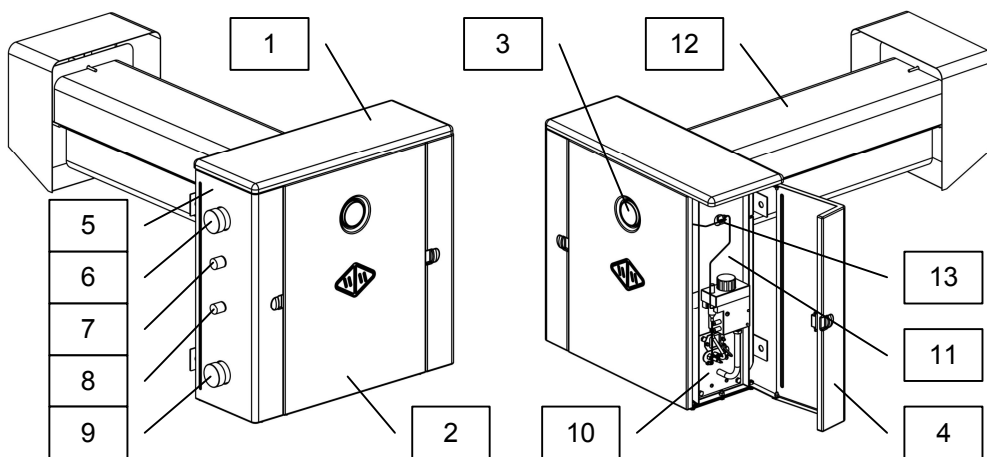
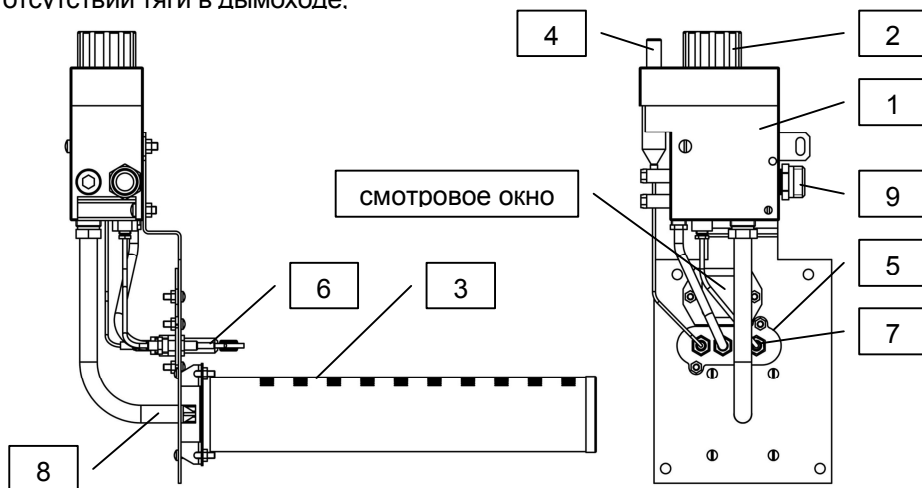
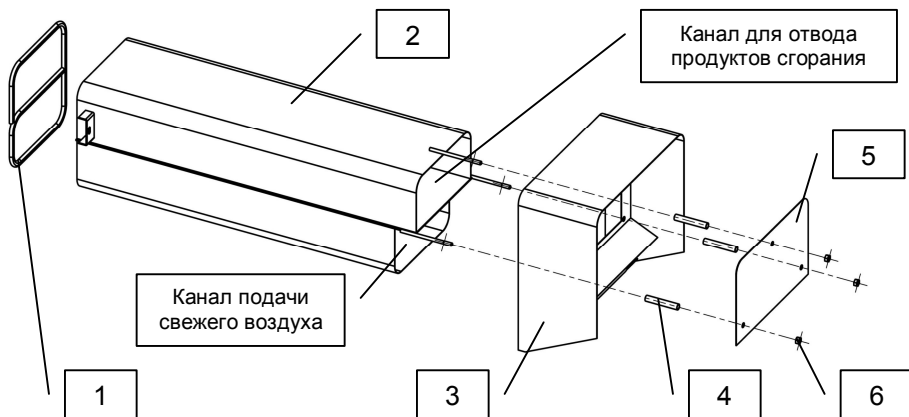

Рис.1 – устройство аппарата
Рис.2 – газогорелочное устройство аппарата
Рис.3 – ветрозащита аппарата
При засорении отверстия эжектора рис.2, поз.8, подающего газ в основную горелку, необходимо, при выключенной автоматике перекрыть подачу газа к аппарату, отсоединить газовую магистраль и демонтировать газогорелочное устройство (рис.2). Затем снять основную горелку рис.2, поз.3. и мягкой проволокой  $d=1\text{мм}$ . прочистить отверстие в эжекторе не нарушая при этом его диаметра. Сборку произвести в обратной последовательности.
- устанавливать трубу поз.12, рис.1 вблизи источников открытого огня;
5.1 Аппарат выполнен в виде навесного настенного шкафа, боковая сторона которого с правой (у аппарата правого исполнения) или левой стороны (у аппарата левого исполнения) закрыта открывающейся дверкой, обеспечивающей доступ к газогорелочному устройству, предназначенному для запуска и остановки аппарата, а также, управления режимами отопления. В аппаратах АКГВ внутри теплообменника дополнительно установлен медный змеевик для обеспечения горячим водоснабжением (ГВС). Основные части аппарата представлены на рис.1.
5.2 Газогорелочное устройство аппарата (рис. 1, поз.10) - рис.2, предназначено для подачи газа к основной и запальной горелкам, регулирования температуры воды в контуре отопления, а также, автоматического отключения газа при:
5.3 Управление аппаратом осуществляется при помощи кнопок, расположенных на автоматике **EUROSIT 630**: кнопки пьезорозжига - рис.2, поз. 4 и ручки - кнопки терморегулятора рис.2, поз. 2.
5.4 Ветрозащита аппарата (рис.1, поз.12) - рис.3, предназначена для подвода свежего воздуха в камеру сгорания аппарата, отвода продуктов сгорания и обеспечения устойчивой работы аппарата при порывах ветра.
5.5 Верхняя крышка облицовки аппарата рис.4, поз.1 (рис.1, поз.1) установлена на 2-х захватах рис.4, поз.2, которые входят в зацепление с кронштейнами поз.3 крепления передней облицовочной панели рис.1, поз.2 и 2-х фиксаторах положения рис.4, поз.4, которые вставлены в пазы кронштейнов поз. 5. Для снятия крышки, при необходимости очистки аппарата от сажи, необходимо:
6.11 В стакан, имеющийся в верхней части боковой стенки аппарата необходимо залить веретенное масло, не вынимая при этом термобаллоны от автоматики и термометра рис.1, поз.13, установленные в него.
7.2 Для включения аппарата необходимо открыть газовый кран на газопроводе. Начиная с позиции Выключено «•», поверните ручку терморегулятора (поз.2, рис.2) в позицию розжига «\*». Нажмите и удерживайте ручку терморегулятора после чего нажимайте на кнопку пьезорозжига до тех пор, пока от искры не загорится растопочный факел. После загорания удерживайте ручку терморегулятора в течение 20...30 секунд. Отпустите ручку терморегулятора и проверьте, что растопочный факел остался гореть. Если он погас, повторите операцию снова до появления устойчивого пламени. Поверните ручку терморегулятора на отметку, соответствующую необходимой температуре, после чего должна воспламениться основная горелка. Для того, чтобы горел только растопочный факел поверните ручку терморегулятора с позиции выбранной температуры в позицию розжига «\*» .
7.3 В случае неисправности пьезорозжига необходимо снять стекло смотрового окна (рис.2) и зажечь запальную горелку (поз.5, рис.2) иными средствами.